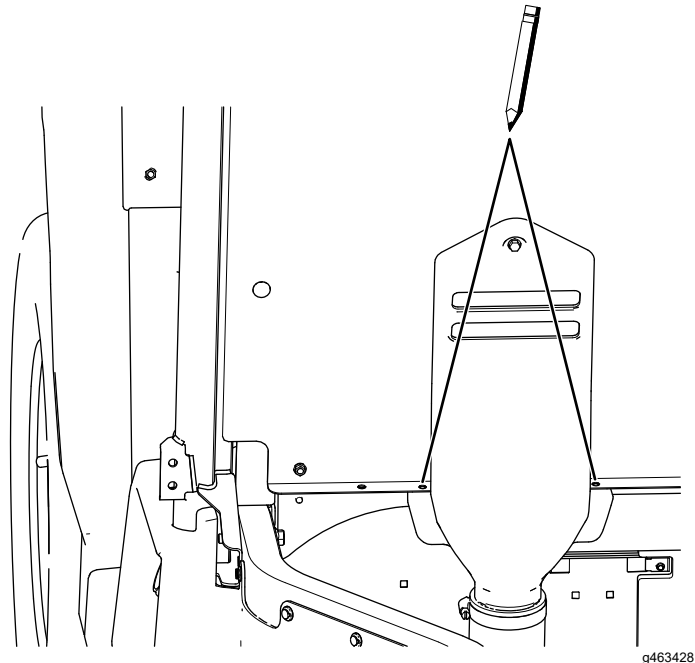

**Figure 24**
- B. Insérez le boulon captif fixé au capot d'admission CVT dans le trou du panneau de siège indiqué (Figure 24).